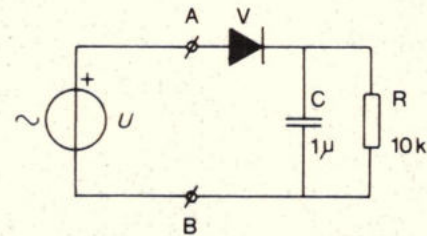

Fig. 31.
3. De spanning U in fig. 31 heeft een topwaarde van 10 V en een hoekfrequentie $\omega = 3 \cdot 10^6 \text{ rad/s}$.
- Bepaal de grootte van de weerstand die, indien aangesloten op de klemmen A-B van fig. 31, een even grote belasting voor de bron U zou vormen.